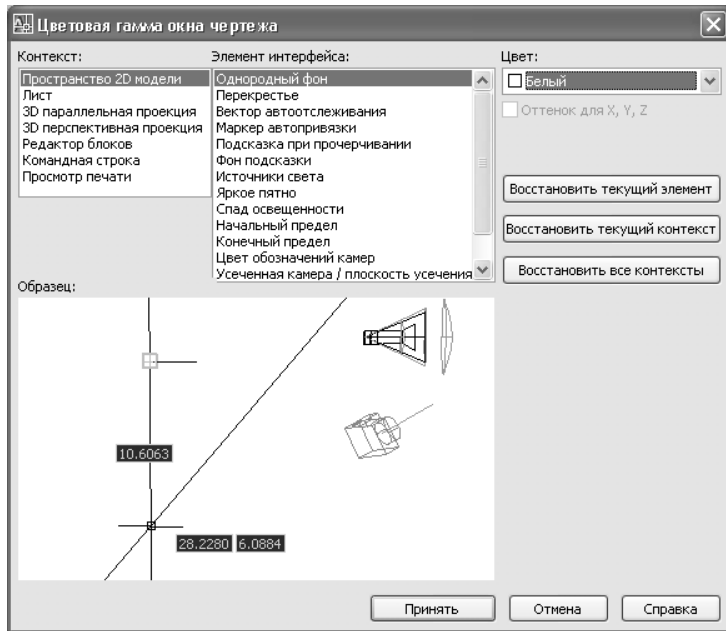

Рис. 1.6 ▼ Диалоговое окно **Цветовая гамма окна чертежа** (Drawing Window Colors)
5. Теперь щелкните на кнопке **Цвета** (Colors), расположенной в нижней части группы **Элементы окна** (Window Elements). В открывшемся диалоговом окне **Цветовая гамма окна чертежа** (Drawing Window Colors) выберите в списке **Контекст** (Context) элемент **Пространство 2D модели** (2D model space), а в списке **Элемент интерфейса** (Interface Element) – элемент **Однородный фон** (Uniform background). Затем раскройте список **Цвет** (Color) и выберите из него цвет **Белый** (White). Область просмотра **Образец** (Preview) окна **Цветовая гамма окна чертежа** (Drawing Window Colors) примет вид, показанный на рис. 1.6.